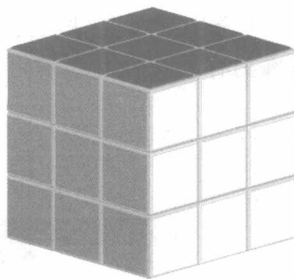

图 1-3-5
- (6) 将 6 种不同颜色的色签贴于每个面，即可完成一个魔方的装配，如图 1-3-5 所示。